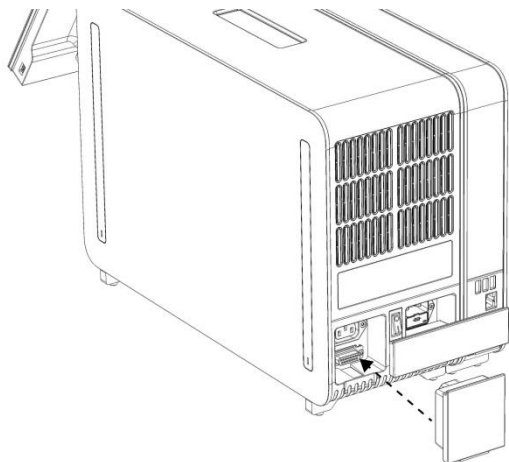

Рис. 6. Подсоединение концевого моста.
6. Подсоедините концевой мост на задней стороне аналитического модуля (рис. 6).